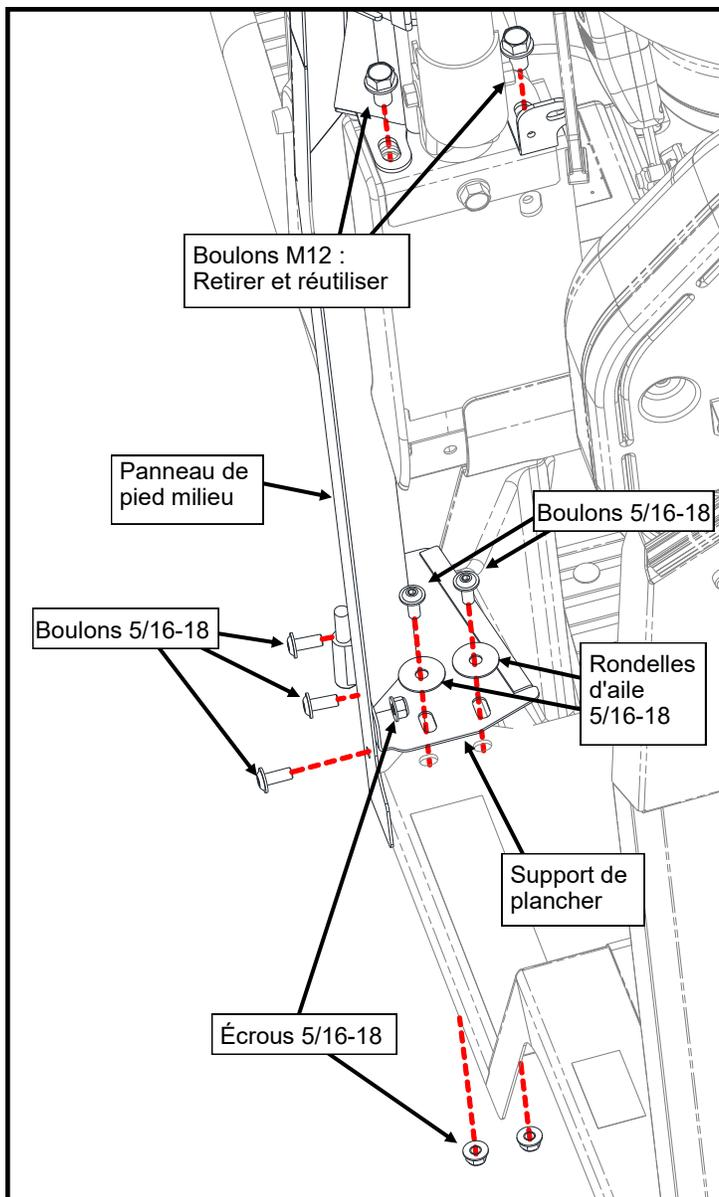

Figure 6.1 : Boulons centraux et inférieurs de pied milieu
- 6.1 De chaque côté, retirer et conserver les deux boulons M12 à la base du centre du montant latéral du cadre ROPS (voir Figure 6.1)
- 6.5 Installez un support de plancher au coin au-dessus du plancher et à l'intérieur du montant B (voir figure 6.1). Fixez le support au montant B avec trois boulons et écrous à bride de 5/16-18 X 3/4 po à bride à l'intérieur. Poussez le montant B contre le plancher pour enlever tout espace et fixez le support au plancher avec deux boulons et écrous à brides de bouton à bride de 5/16-18 X 3/4 po en dessous. Serrez bien ajusté mais n'appliquez pas de couple final.